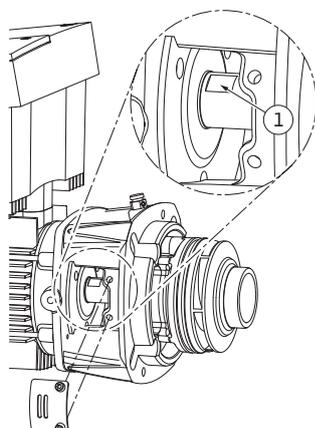

Fig. 52: Spianature per chiave sull'albero
- Introdurre nella finestra della lanterna una chiave fissa, apertura ottimale della chiave 22 mm, e tenere fermo l'albero dalle spianature per chiave (fig. 52, pos. 1). Svitare il dado girante (fig. 7, pos. 15). La girante (fig. 7, pos. 16) viene estratta automaticamente dall'albero.
24. Per il montaggio della girante introdurre nella finestra della lanterna una chiave fissa, apertura ottimale della chiave 22 mm, e tenere fermo l'albero dalle spianature per chiave (fig. 52, pos. 1).